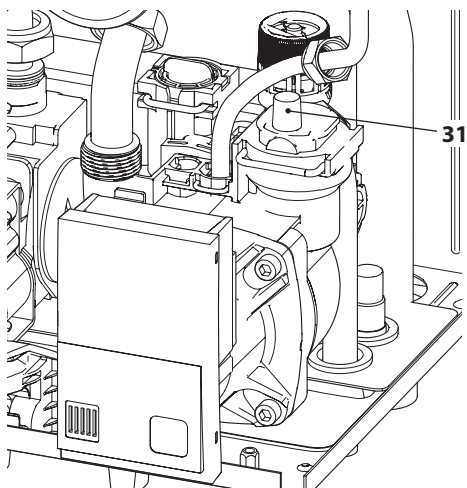

Figura 9.11
- Per facilitare lo svuotamento, alzare il tappo 31 della valvola di sfiato automatica in Figura 9.11.